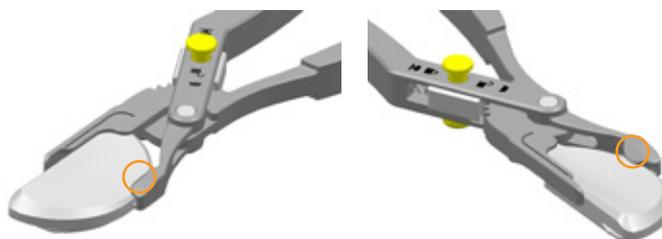

Figura 56
- 9 Rimuovere il cemento in eccesso (Figura 56).